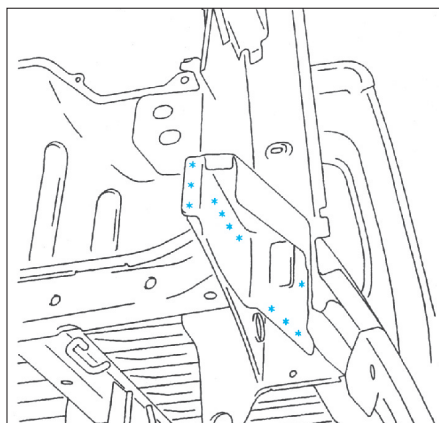

FIG. 156
- Découper par fraisage des points (Fig.156).